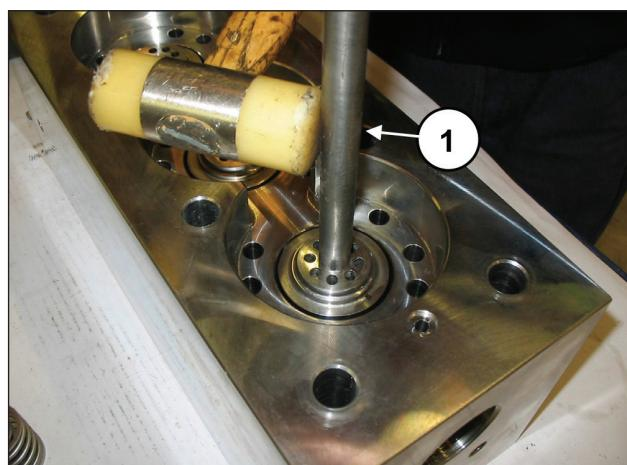

Fig. 104
**Se os compartimentos da válvula estiverem bloqueados no cabeçote devido à formação de calcário ou de óxido devem ser retirados inserindo a ferramenta adequada (cód. 034300020) no furo de fluxo (pos. ①, Fig. 104).**